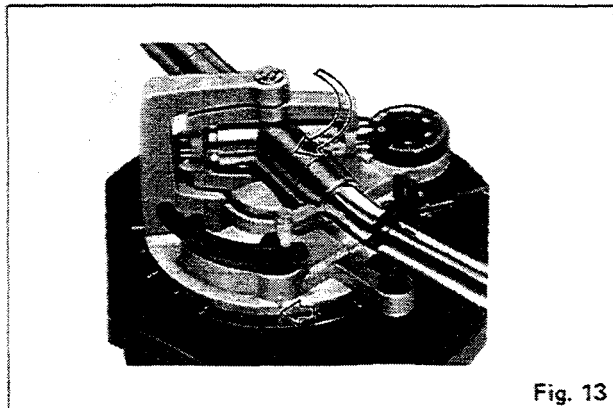

Fig. 13
4. Adjust the arm base so that the red line mark on the arm base is set to the scale "3" of the control ring. Next, secure the positioning base plate with two setscrews. (See Fig. 13)
Stellen Sie den Antiskating-Einstellknopf auf den gleichen Wert ein, wie den Auflagedruck. (Vgl. Abb. 13.)